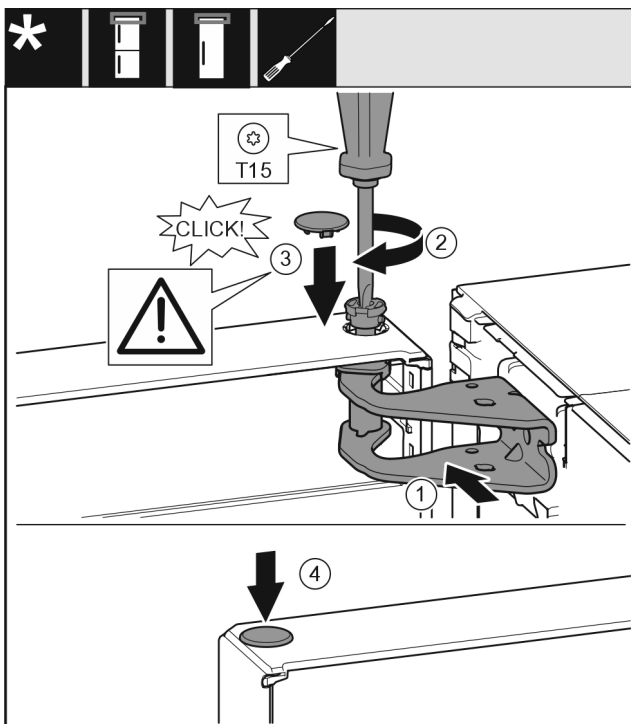

Fig. 21
- Выровняйте дверь вверху по отверстию в опорном кронштейне Fig. 21 (1).
- Вставьте палец Fig. 21 (2) и затяните отверткой.
- Установите крышку Fig. 21 (3).
- Проследите за тем, чтобы крышка Fig. 21 (3) прилегала к дверям.
- Установите крышку Fig. 21 (4).